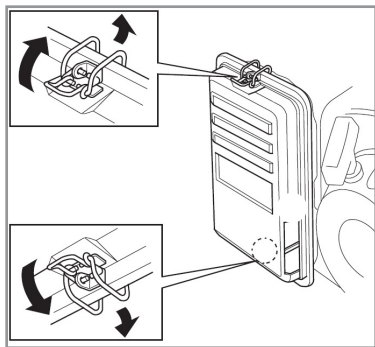

Рис. 16 Снятие крышки воздушного фильтра
4. Очистите от загрязнений крышку-щуп и зону вокруг маслозаливной горловины. Извлеките крышку-щуп из маслозаливной горловины (Рис. 16) и протрите щуп чистой ветошью.
1. Отстегните защелки крышки воздушного фильтра и снимите крышку воздушного фильтра (Рис. 16).